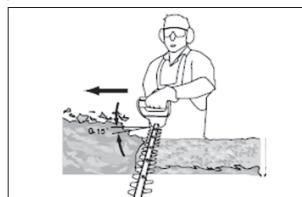

Рис.2
5. Після вирізання боків приступайте до верху. Намагайтесь тримати ріжучий пристрій під нахилом приблизно на 15° до ріжучої поверхні (рис. 2).